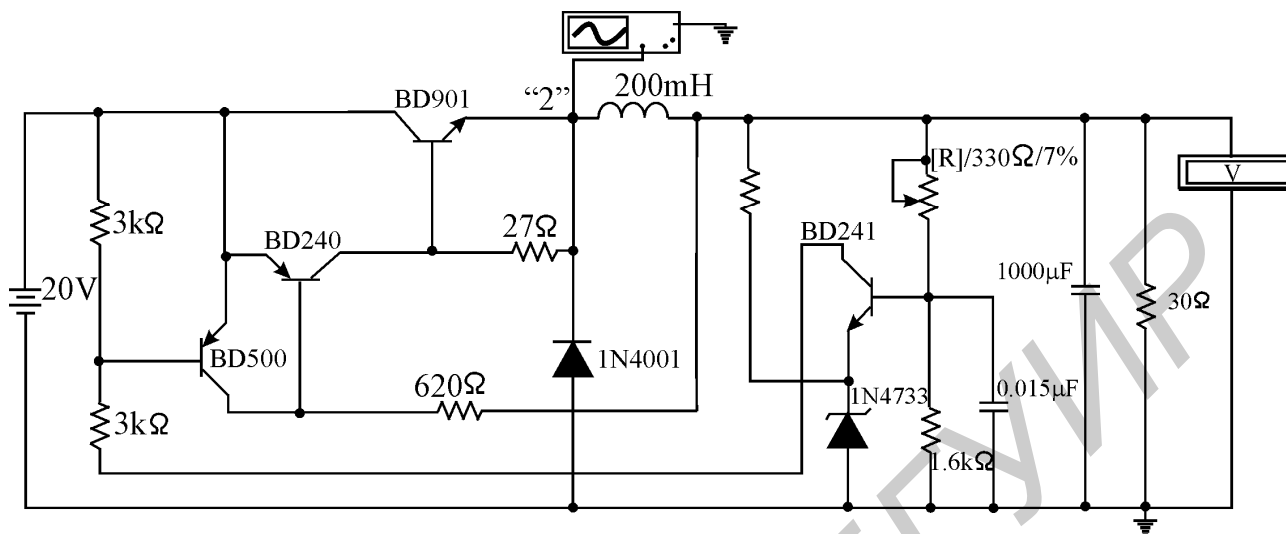

Рис.4.9. Исследование импульсного стабилизатора
6.1. Соберите схему, как показано на рис. 4.9. На вход ключевого стабилизатора подайте постоянное напряжение 12 В, а на его выход подключите нагрузочное сопротивление 30 Ом. Последовательно со входом и выходом подключите амперметры. Включите анализ схемы.